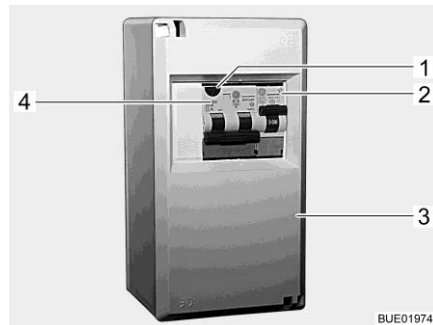
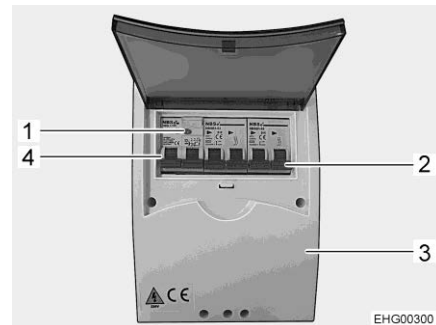

Fig. 196 Scatola dei fusibili a 230 V
Fig. 197 Scatola dei fusibili 230 V (variante)
Un interruttore di sicurezza per correnti di guasto combinato (Fig. 196,4 o Fig. 197,4) nella scatola dei fusibili (Fig. 196,3 o Fig. 197,3) protegge l'intero veicolo da correnti di guasto (0,03 A).
Per veicoli con accessori opzionali (p. es. l'impianto di climatizzazione) un ulteriore interruttore di sicurezza (10 A) (Fig. 196,2 o Fig. 197,2) protegge l'apparecchio.
- Se il veicolo è collegato all'alimentazione a 230 V, premere il tasto di controllo (Fig. 196,1 o Fig. 197,1). L'interruttore di sicurezza per correnti di guasto deve scattare.